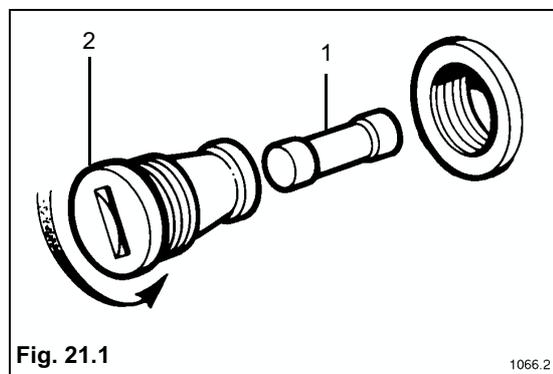

Fig. 21.1
Para proteger el tablero de instrumentos se instala un fusible de 2 amperios. Para quitar el fusible (1), desenrosque el portafusible (2) (vea la **Fig. 21.1**).